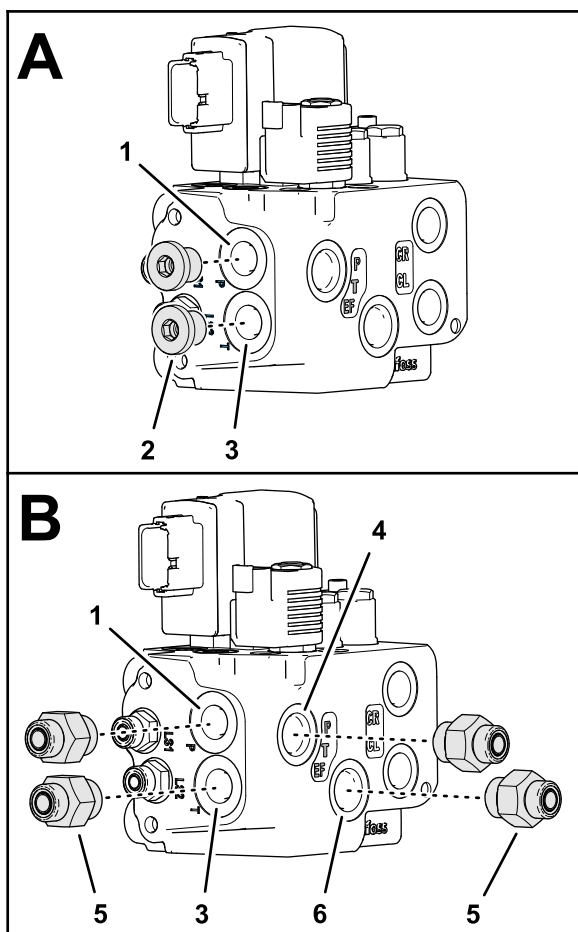
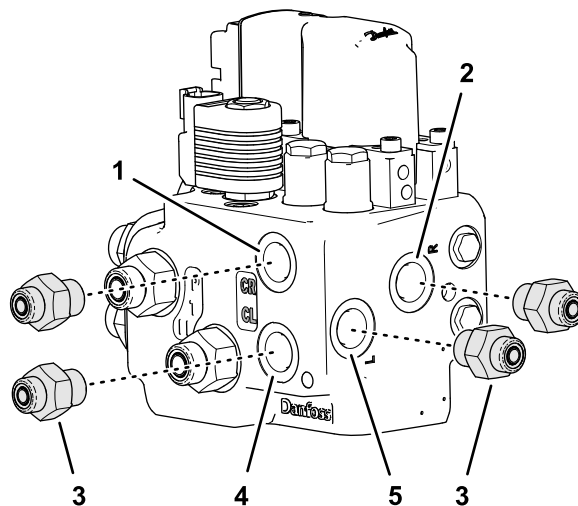

Figura 79
Figura 80
2. Retire los 2 tapones de los orificios P y T de la válvula de dirección EHI (Figura 79).
3. Monte 4 acoplamientos hidráulicos rectos (-6 x 22 mm) en la válvula (Figura 79) como se indica a continuación:
- Orificio P (EF)
- Orificio T (EF)
4. Monte 4 acoplamientos hidráulicos rectos (-6 x 18 mm) en la válvula de dirección EHI (Figura 80) como se indica a continuación: